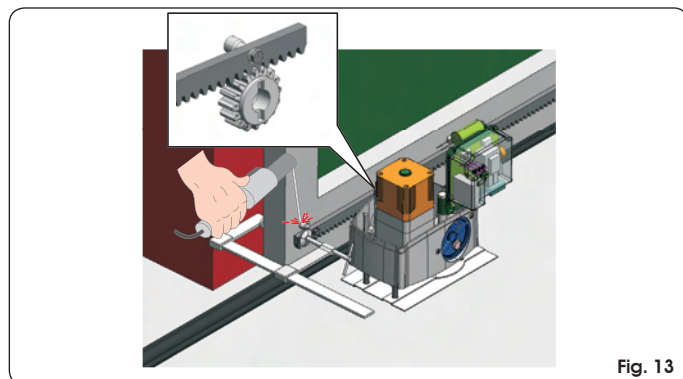
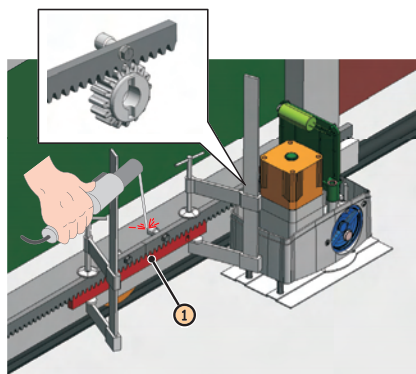

Fig. 13
Fig. 14
- ① Montare i tre nottolini filettati sull'elemento della cremagliera posizionandoli nella parte superiore dell'asola. In tale modo il gioco sull'asola consentirà nel tempo le eventuali regolazioni.
- ② Portare manualmente l'anta in posizione di apertura.
- ③ Appoggiare sul pignone il primo pezzo di cremagliera a livello e saldare il nottolino filettato sul cancello come indicato in Fig. 13.
- ④ Muovere manualmente il cancello, verificando che la cremagliera sia in appoggio sul pignone e saldare il secondo e il terzo nottolino.
- ⑤ Accostare un altro elemento di cremagliera al precedente utilizzando, per mettere in fase la dentatura dei due elementi, un pezzo di cremagliera come indicato in Fig. 14 rif. ①.
- ⑥ Muovere manualmente il cancello e saldare i tre nottolini filettati proseguendo fino alla copertura completa del cancello.
- ① Portare manualmente l'anta in posizione di apertura.
- ② Appoggiare sul pignone il primo pezzo di cremagliera posizionando il distanziale fra la cremagliera stessa ed il bordo del cancello. Controllare con una bolla l'orizzontalità della cremagliera e segnare con un pennarello il punto di foratura.
- ③ Forare con una punta Ø 6,5 mm e filettare con maschio da M8. Avvitare il bullone.
- ④ Muovere manualmente il cancello, verificando che la cremagliera sia in appoggio sul pignone e ripetere le operazioni al punto ③.
- ⑥ Muovere manualmente il cancello e procedere nelle operazioni di fissaggio come per il primo elemento, proseguendo fino alla copertura completa del cancello.